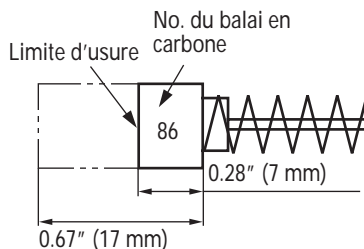

Fig. 9
4. Contrôle des balais en carbone (Fig. 9)
Quand le moteur est équipé d'un balai en carbone à arrêt automatique, il s'arrêtera automatiquement. Remplacez alors les balais en carbone par des nouveaux et ayant les mêmes numéros que ceux montrés sur la figure 9. En outre, toujours tenir les balais propres et veiller à ce qu'ils coulissent librement dans les supports.
Utiliser le balai en carbone metabo HPT No. 86 indiqué sur la Fig. 9.